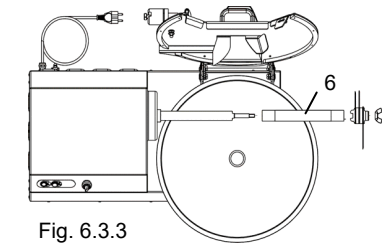

Fig. 6.3.3
- Ruotare in senso antiorario la vasca "5" Fig. 6.3.3 in modo da sganciarla dalla sede.
- Dopo aver eseguito la procedura descritta al Par. 6.4 sfilare il tubo Rif. 6 Fig. 6.3.3